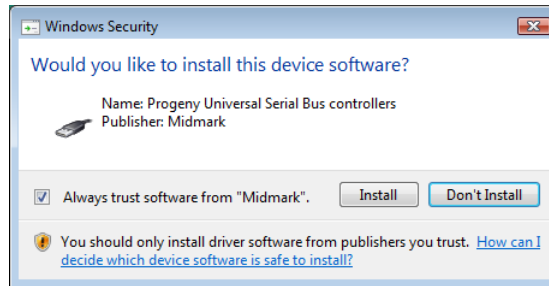

Figure 5 : Autorisez l'installation du logiciel Midmark
- La boîte de dialogue figurant sur la Figure 5 peut apparaître si la suite logicielle du système Progeny est installée dans des environnements Windows Vista et Windows 7. Cochez la case « Toujours faire confiance à un logiciel de Midmark » et cliquez sur la touche Installer.